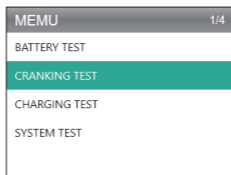

Figura 4.3.1
1. Selecione "Teste de Manivela" e pressione [OK]. (Veja Figura 4.3.1)